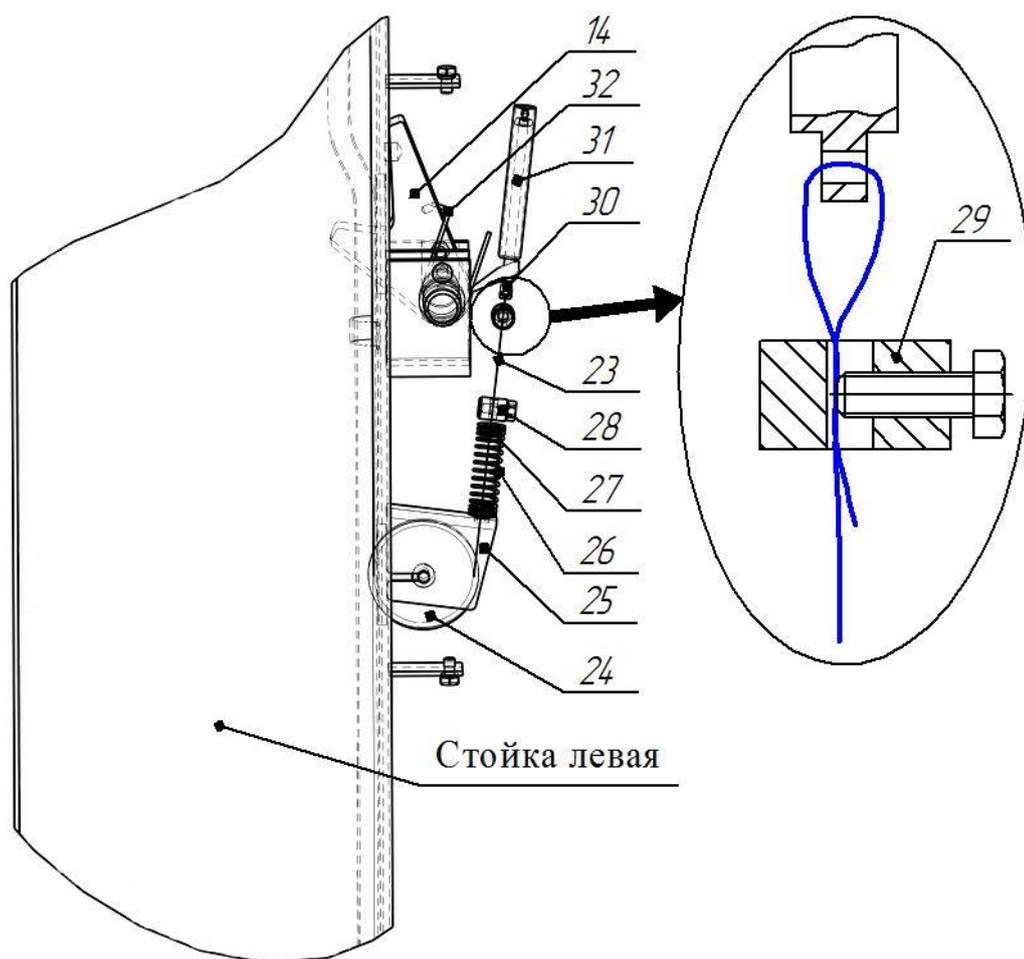

Рисунок 7 - Система стопорения кареток
6.6 Установить тросик системы стопорения (см. рисунок 7). Для этого снять крышку, закрывающую стопор-защелку 14 на левой стойке 2, отвернув два винта М6х10. Тросик 23 системы стопорения, закрепленный на правой стойке 1 (с насосной станцией 15), протянуть через блоки 56, направляющие трубки в перекладине 3 к стойки левой 2 и вывести через блок 24 и отверстие в кронштейне 25 наружу. На свободный конец тросика надеть пружину 26 со втулками 27, выбрать слабины тросика и затянуть зажим 28, с помощью болта М6х10.
7.2.1 Нажатием кнопки 20 поднять автомобиль, чуть выше требуемой высоты (защелки должны быть поджаты к стойкам, см. рисунок 7) и нажатием кнопки 21 опустить каретки 4 на защелки 14. Убедиться в том, что каретки 4 опустились на защелки 14 (при нажатии кнопки 21 каретки больше не опускаются). В этом случае гидравлическая система разгружена, вес автомобиля воспринимается стойками подъемника.